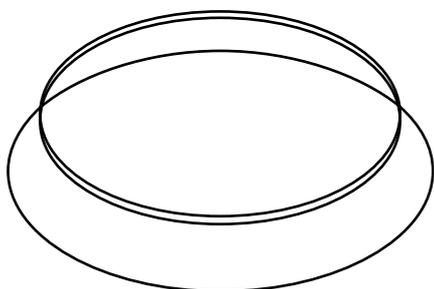
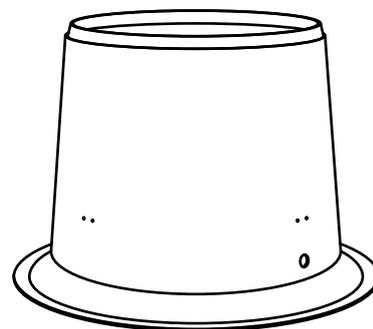

Fig. 07. Cono de entrada de aire chimeneas rectas
Fig. 08. Parte cónica inferior de la chimenea apilable
- Cono de entrada de aire: Complemento de la chimenea para ser colocado en su parte inferior para facilitar la entrada de aire al interior de la misma, aumentando su rendimiento. (Fig. 07) En las chimeneas apilables va incorporado en la parte inferior cónica. (Fig. 08)